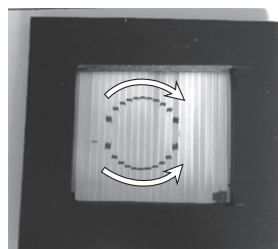
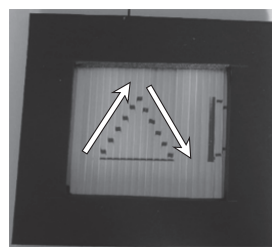

図3
図4
- (6) 図形が書かれた印刷用紙の上で、プレートを動かします。図3、図4のように模様が動いたり、形が変わったりする図形があることを確かめましょう。